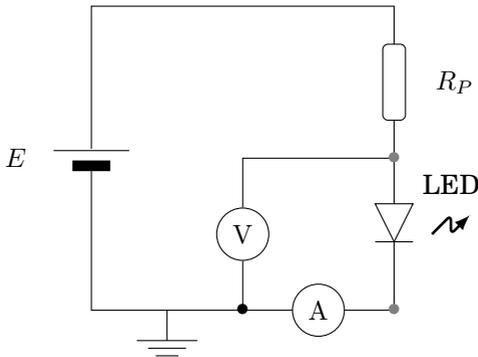

FIGURE 2.4 – Multimètre - Mesure de la tension et du courant
**M**  $\rightsquigarrow$  Modifier le circuit précédent selon le schéma de la figure 2.4 afin de mesurer à la fois le courant traversant le diode et la tension à ses bornes.